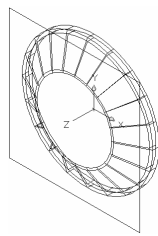

图 6-2-8 剖切处理
(16) 剖切处理。在命令行中输入 SLICE 命令并按回车键，根据命令行的提示进行操作，选择差集后的实体并按回车键，依次捕捉矩形的一个端点作为一个切面，保留原点一侧，结果如图6-2-8所示。